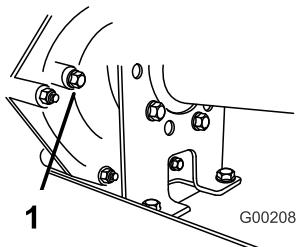

Рисунок 43
2. Выверните болт из отверстия индикации уровня жидкости (Рисунок 43).